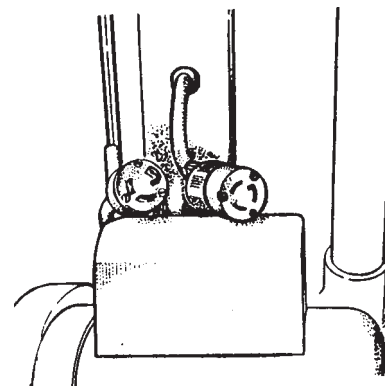

Figura 7
5. Conecte el cable flexible de la manija al cable del motor. Alinee la clavija de tierra, insértela y tuerzála. Consulte la figura 7.